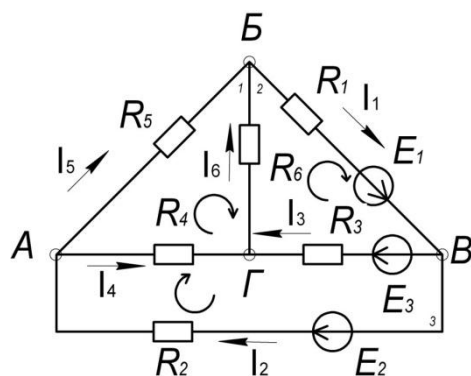

Рисунок 9
1.1. Определяется число ветвей и узлов, которые обозначаются буквами или цифрами; выбираются произвольно и указываются положительные направления токов (Рисунок 9).